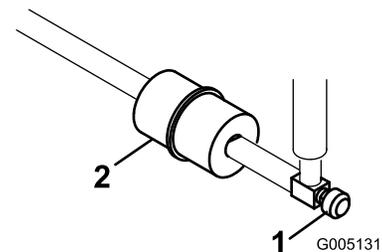

Figura 30
El filtro de combustible en línea se encuentra en el tubo de combustible, entre el depósito de combustible y el carburador (Figura 30).
- Cierre la válvula de cierre del combustible (Figura 30).
- Coloque un recipiente debajo del filtro, afloje la abrazadera en el lado del carburador del filtro y retire el tubo de combustible (Figura 30).
- Afloje la otra abrazadera y retire el filtro (Figura 30).